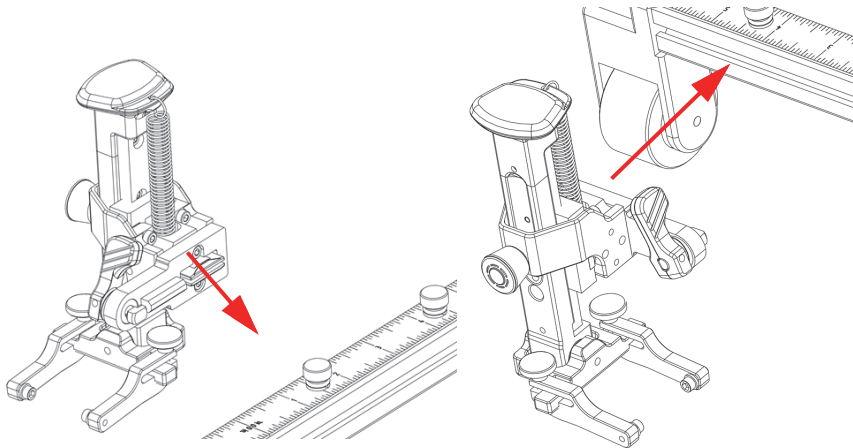

Abbildung 2-11 Sensorhalter auf Schienenschlitz ausrichten
2. Richten Sie den Sensorhalter auf den Schienenschlitz aus, sodass beide parallel zueinander stehen (Abbildung 2-11 auf Seite 44).